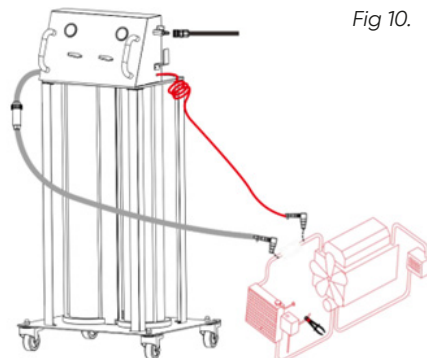

Fig 10.
1. Débranchez le tuyau supérieur du radiateur, sélectionnez les tuyaux et les adaptateurs à échelons de taille appropriée et raccordez-les aux tuyaux du véhicule. Raccordez l'ancien tuyau de fluide (transparent) au côté radiateur et raccordez le nouveau tuyau de fluide (rouge) au côté moteur ; (Fig. 10).